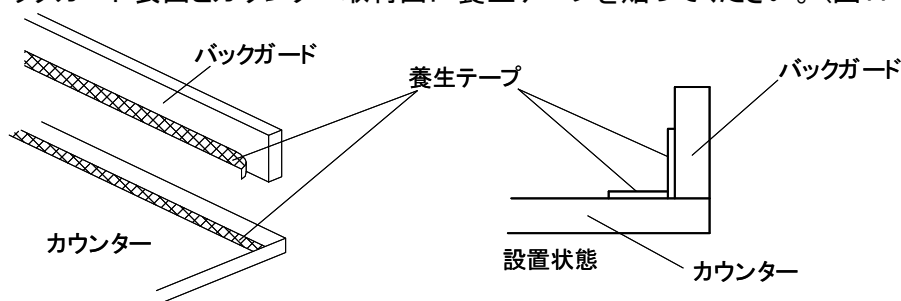

図11-9
①バックガード表面とカウンター取付面に養生テープを貼ってください。(図11-9)